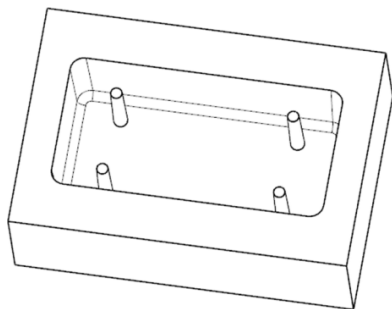

图 11-13 打开 xjcavity 零件图
(26) 在“装配导航器中”选取 ☒ **xjcavity**，单击鼠标右键，选取“设为显示部件”命令，打开“xjcavity.prt”零件图，如图 11-13 所示。